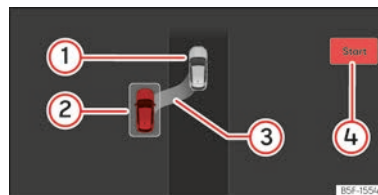
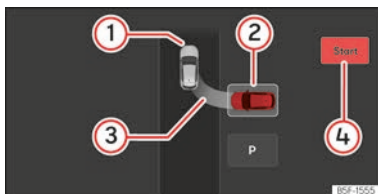

Abb. 161 Am Bildschirm des Infotainment-Systems: Position zum Längseinparken.
Abb. 162 Im Bildschirm des Infotainment-Systems: Position zum Quereinparken.
»» (Abb. 161), »» (Abb. 162)
- ① Eigenes Fahrzeug
- ② Erkannte Parklücke
- ③ Anzeige des vorgeschlagenen Einparkzugs
- ④ Einparkmanöver einleiten
- Prüfen Sie anhand der Anzeige im Bildschirm des Infotainment-Systems, ob die Parklücke als „geeignet“ erkannt wurde und ob die korrekte Position zum Einparken erreicht wurde »» (Abb. 161), »» (Abb. 162). Halten Sie das Fahrzeug an und befolgen Sie die Anweisungen im Infotainment.
• Fahrzeug anhalten, bremsen und nach einer kurzen Wartezeit Funktionsfläche **Start** ④ im Infotainment-System antippen.